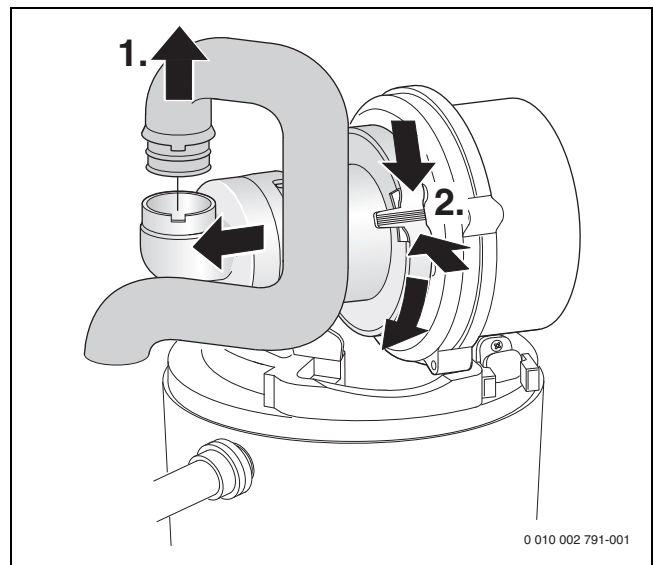

Bild 57 Saugrohr und Mischeinrichtung ausbauen
- Mischeinrichtung ausbauen (→ Bild 57).